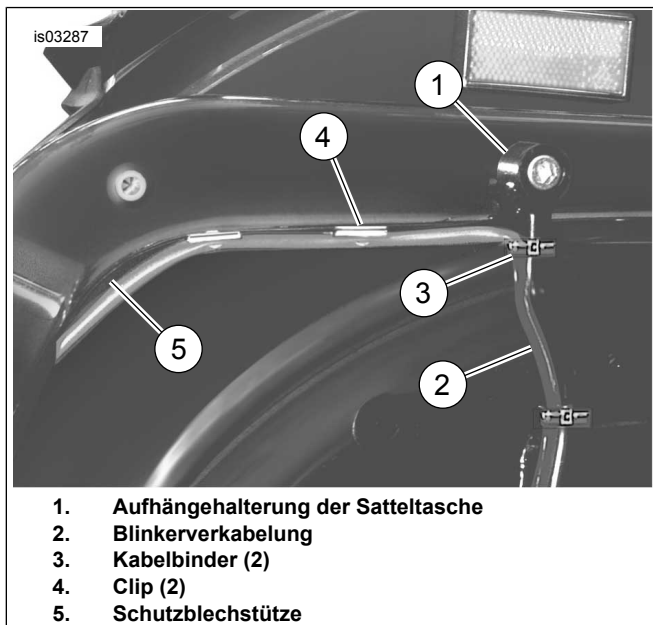
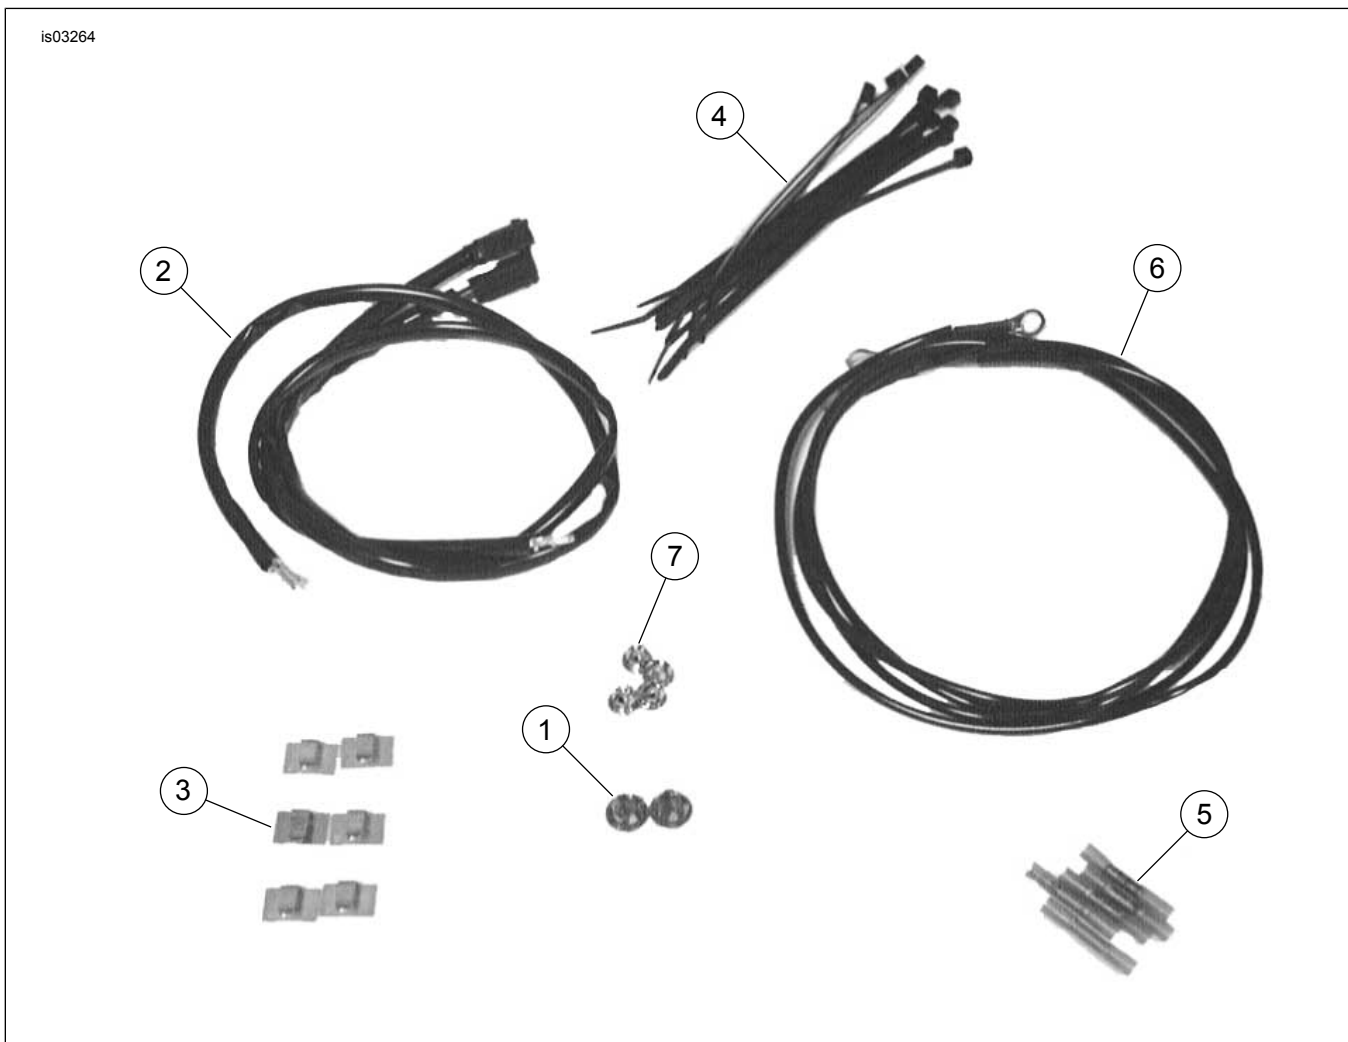

Abbildung 12. Verkabelung verlegen, und Kabelbinder und Clips einbauen
Abbildung 19. Ersatzteile: Blinkerverkabelungssatz (72509-00)
1. Siehe Abbildung 19. Die Kontakte in den Blinker-Steckverbindern (2-polig) an den zuvor notierten Stellen einbauen. Siehe AMP MULTILOCK-STECKVERBINDER im Werkstatthandbuch.
2. Die Buchsenhälfte des Blinker-Steckverbinders mit der Stifthälfte des Kabelbaums (2) verbinden.
3. Die Klebstoff-Schutzfolie von den beiden Clips (3) abziehen und diese auf der Stützplatte befestigen.
5. Siehe Abbildung 12. Die Kabel an der Innenseite der Aufhängehalterung der Satteltasche (1) weiter nach oben führen und die Blinkerverkabelung (2) mit den Kabelbindern (3) an der Aufhängehalterung befestigen. Überstehende Kunststoffenden von den Kabelbindern abschneiden.
6. Die Klebstoff-Schutzfolie von den beiden Clips (4) abziehen und diese an der Unterseite der Schutzblechstütze (5) befestigen.
- a. Ein Stück Kabel aus dem Kabelbaum im Satz messen und abschneiden (Abbildung 19, Teil 2).
- c. Das ursprüngliche Kabel und das Steckverbinderende mit Stoßverbindern (Abbildung 19, Teil 5) und Überbrückungskabel verspleißen.